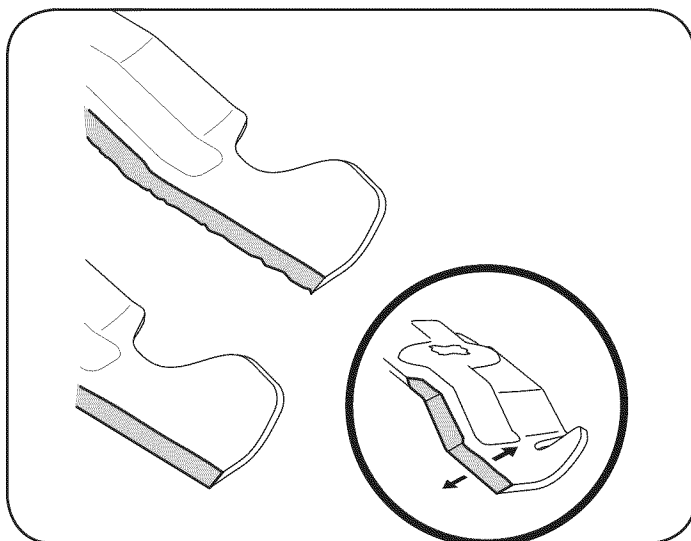

Figura 19
- Para afilar las cuchillas de corte de forma adecuada, extraiga cantidades iguales de metal de ambos extremos de las cuchillas a lo largo de los bordes cortantes, paralelo al borde de caída y a un ángulo de 25° a 30°. Afile siempre cada borde de las cuchillas de corte de forma pareja para mantener un equilibrio adecuado entre las mismas. Vea la Figura 19.